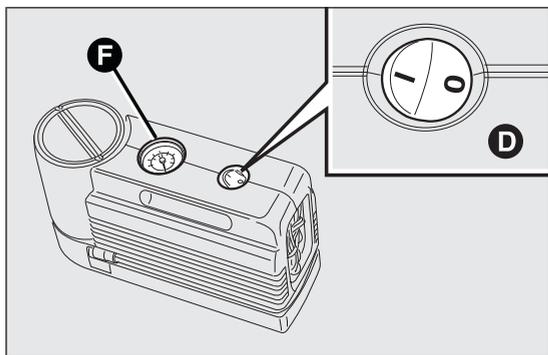
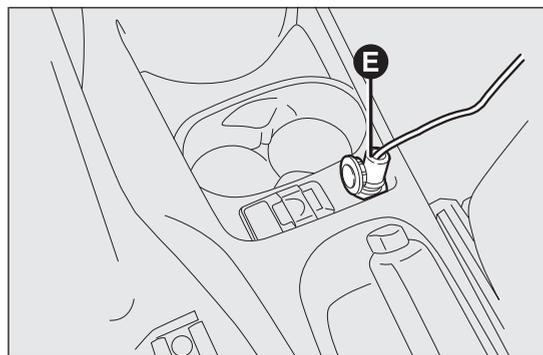

fig. 105
fig. 106
- ❑ assicurarsi che l'interruttore D fig. 105 del compressore sia in posizione 0 (spento), avviare il motore, inserire la spina E fig. 106 nella presa di corrente e azionare il compressore portando l'interruttore D fig. 105 in posizione I (acceso). Gonfiare lo pneumatico alla pressione prescritta nel paragrafo "Pressione di gonfiaggio" del capitolo "Dati Tecnici".
Per ottenere una lettura più precisa, si consiglia di verificare il valore della pressione sul manometro F fig. 105 con il compressore spento;